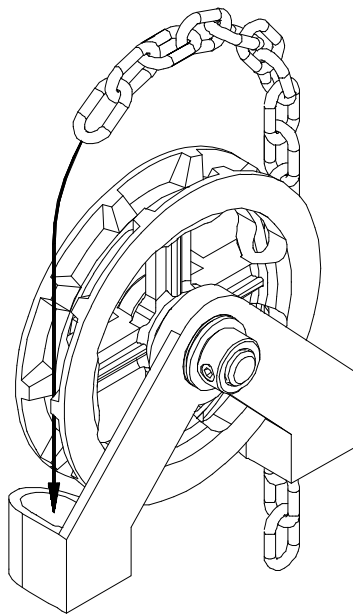

Figure 10 A Installation de la chaîne du palan sur un Opera-GH
5. Passez la chaîne à main à travers le palan à chaîne sur le côté du châssis (Figure 10), laissez les deux extrémités pendre vers le sol et coupez la chaîne, si nécessaire, de façon à ce que les deux extrémités soient à environ 0,6 m (2 pi) du plancher. Connectez les deux extrémités de la chaîne.
Le transfert de palan à chaîne de droite à gauche ou vice versa se fait très rapidement sur le terrain. Aucune pièces supplémentaires et aucun ajustements quelconques ne sont nécessaires pour transférer le palan d'un côté à l'autre. Suivez le dessin ci-dessus (Figure 10)